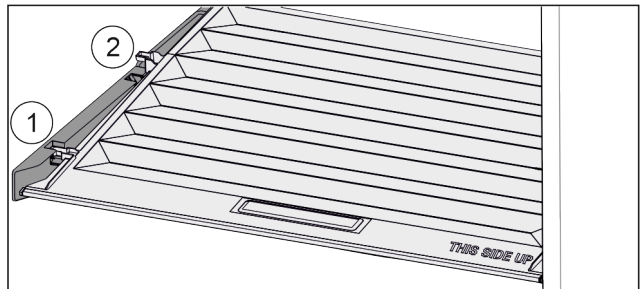

Fig. 161
- ▶ Tõmmake kaant kuni avanemiseni hoidedetailides ettepoole Fig. 161 (1).
- ▶ Tõstke tagant altpoolt üles ja võtke ülespoole ära Fig. 161 (2).